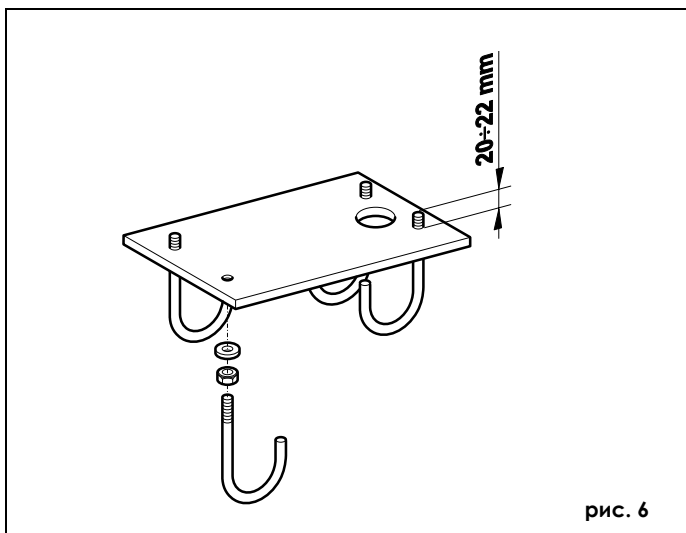

рис. 6
- 1) Соберите фундаментную плиту, как показано на рис. 6.